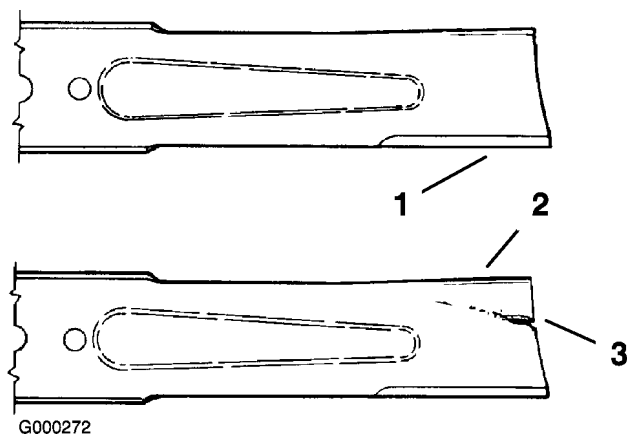

Bild 71
1. Untersuchen Sie die Schnittkanten (Bild 71).
2. Prüfen Sie die Schnittmesser, insbesondere den gebogenen Bereich (Bild 71).
Wenn Sie Schäden, Verschleiß oder Rillenbildung in diesem Bereich feststellen (Bild 71), sollten Sie sofort ein neues Schnittmesser einbauen.